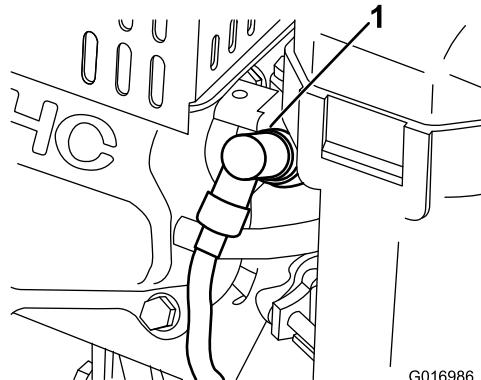

Figure 33
1. Débranchez le fil moulé de la bougie (Figure 33).